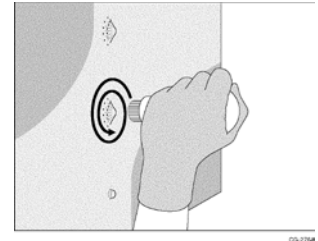

Bild 21
2. Durch kreisende Bewegungen wird die Folie / Grafik um die Niete befestigt (Bild 21).